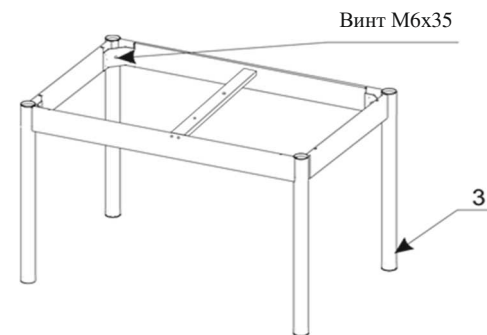

Рисунок 3.
3. Прикрутить 4 опоры (3) винтами М6x35, учесть расположение планки для вставки – планка вверх, опоры вниз. Установить стол на ноги на пол. Выровнять высоту каждой опоры с верхней частью царги и затянуть винт М6x35 до упора (рис.3).